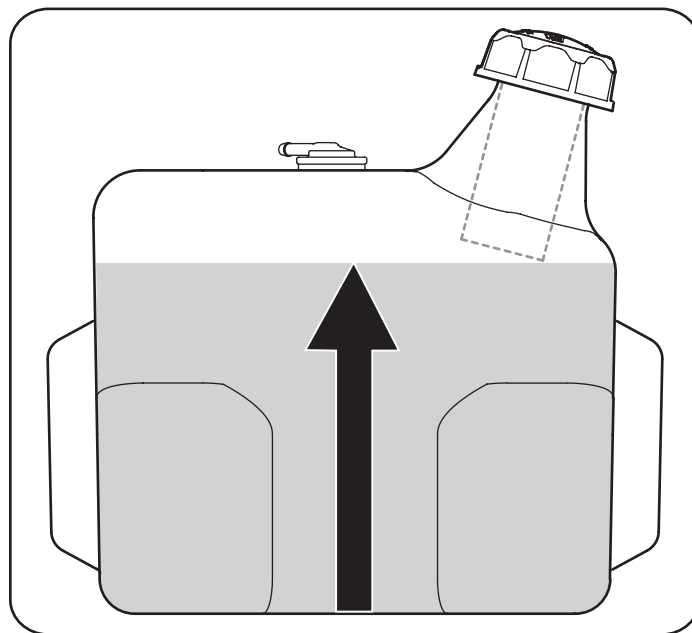

Figura 9
2. Cargue el depósito de combustible con gasolina. Sólo se debe utilizar gasolina limpia, nueva (con menos de 30 días de antigüedad) y sin plomo. Llene el tanque no más de ½ pulgada por debajo de la base del cuello del tapón de carga, para dejar espacio para la expansión del combustible. Consulte la Figura 9.
¡IMPORTANTE: No llene en exceso el depósito de combustible. Llene el tanque no más de ½ pulgada por debajo de la base del cuello del tapón de carga, para dejar espacio para la expansión del combustible. Consulte la Figura 9.